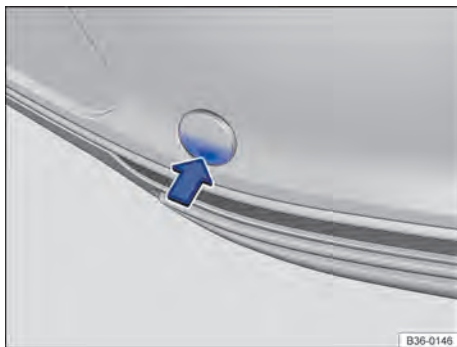

Fig. 249 No para-choque traseiro à direita: remover a cobertura.
O alojamento da argola de reboque rosqueável está localizado à direita do para-choque traseiro, atrás de uma cobertura → Fig. 249. Em *veículos com dispositivo de reboque instalado de fábrica*, atrás da cobertura **não** há um alojamento para a argola de reboque rosqueável. Para rebocar, bascular para fora ou montar e utilizar a rótula de engate e utilizá-la → Página 276 → ❶.
- Pressionar na área inferior da cobertura → Fig. 249 no sentido da seta para soltar o encaixe da cobertura.